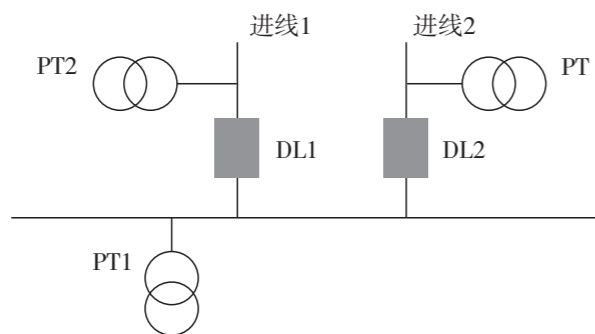

图12-4 JXZF装置的一次系统图
YZ100-JXZF装置内部带直流防跳回路，其背板端子图说明参照附图12-4。
- YZ100-JXZF背板端子图及开孔图（附图12-4）；
附图12-4: YZ100-JXZF背板端子图及开孔图